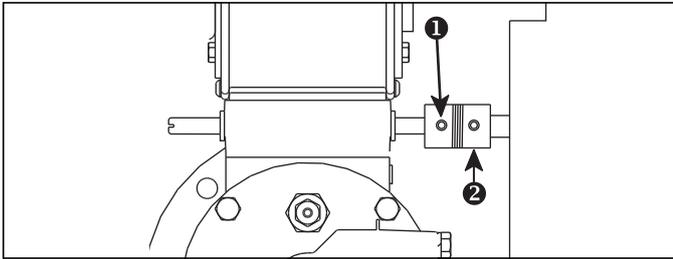

Figura 4.3. Actuador con acoplamiento flexible
- a. Para los actuadores de control de aire que tienen un acoplamiento con tornillos de ajuste, tal como se muestra en la figura 4.3, afloje el tornillo de ajuste ❶ en el lado del quemador del acoplamiento ❷.
- d. Para los actuadores de control de aire que tienen un acoplamiento con tornillos de ajuste, tal como se muestra en la figura 4.3, sujete firmemente la válvula de mariposa en su sitio y apriete el tornillo de ajuste ❷.